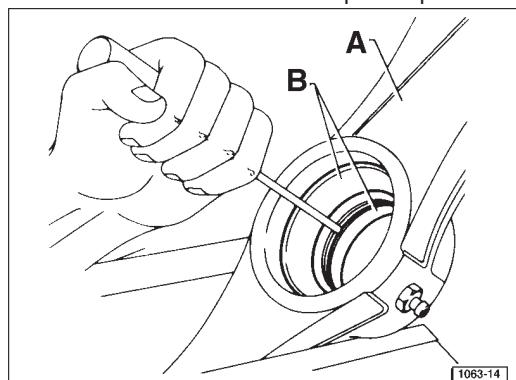

Fig. 14 - Roulement du levier central de direction.
- Si besoin, fixer le levier central **A** dans un étau et à l'aide d'un marteau et un poinçon, déposer les pistes externes **B** des roulements coniques logées dans le trou central (Fig. 14) en ayant soin de sortir d'abord la piste supérieure avec diamètre plus petit tout en frappant de l'intérieur vers l'extérieur.